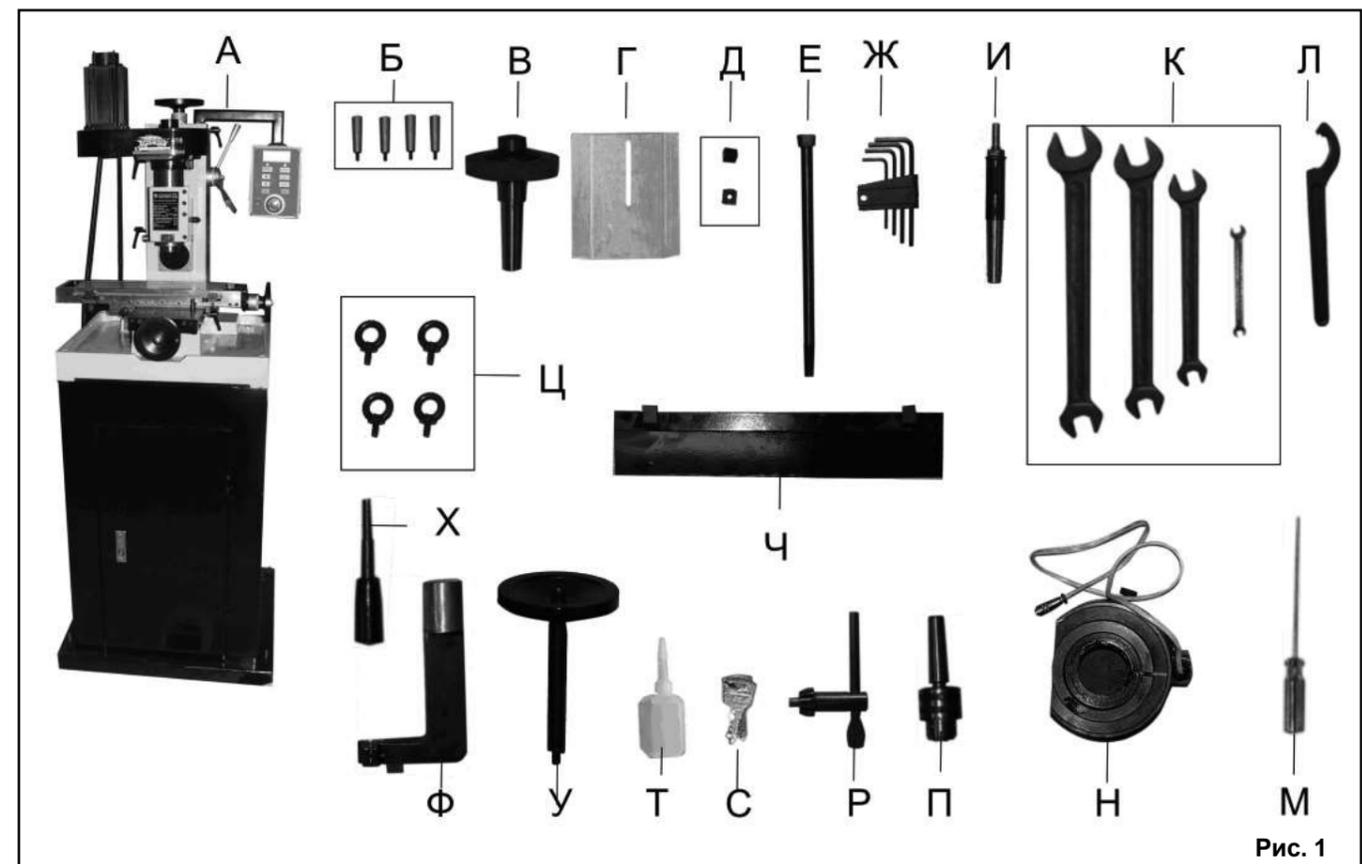

Рис. 1
6.4. Производите строповку за четыре рым-болта (Ц), Рис. 1, которые вкручиваются в резьбовые отверстия (2), Рис. 2, в соответствии со схемой строповки (см. раздел 18).